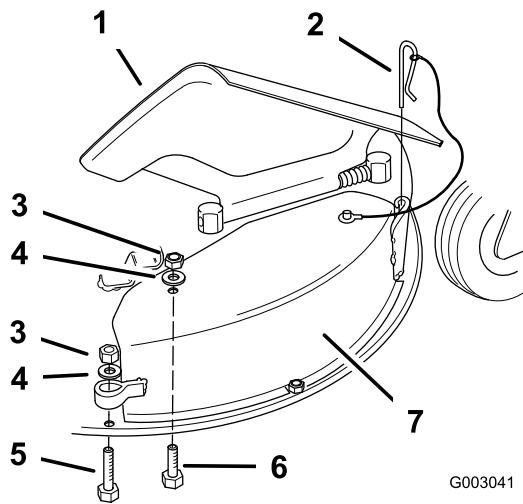

Figure 54
4. Relevez le déflecteur d'herbe et enlevez la goupille de l'éjecteur à l'avant du couvercle d'éjection (Figure 54).
5. Enlevez le contre-écrou, la rondelle plate et le boulon (5/16 x 1-1/4 inches) qui fixent le haut du couvercle d'éjection sur le dessus du plateau de coupe (Figure 54).
6. Enlevez le contre-écrou, la rondelle plate et le boulon (5/16 x 2-1/4") qui fixent la boucle sur l'arrière du couvercle d'éjection à l'anneau du plateau de coupe (Figure 54).
7. Enlevez le couvercle d'éjection du plateau de coupe (Figure 54).